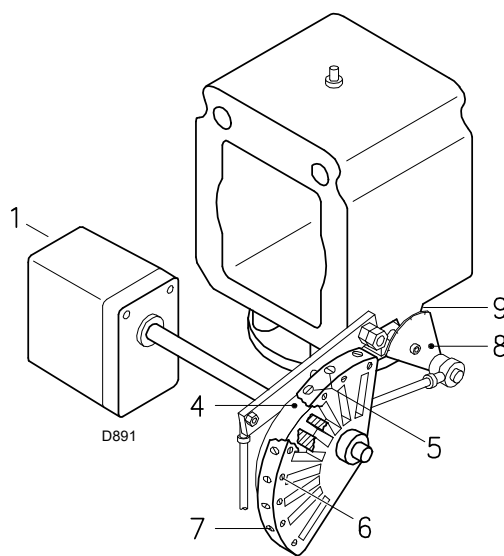
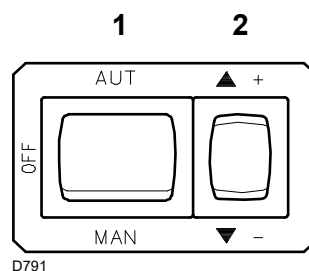
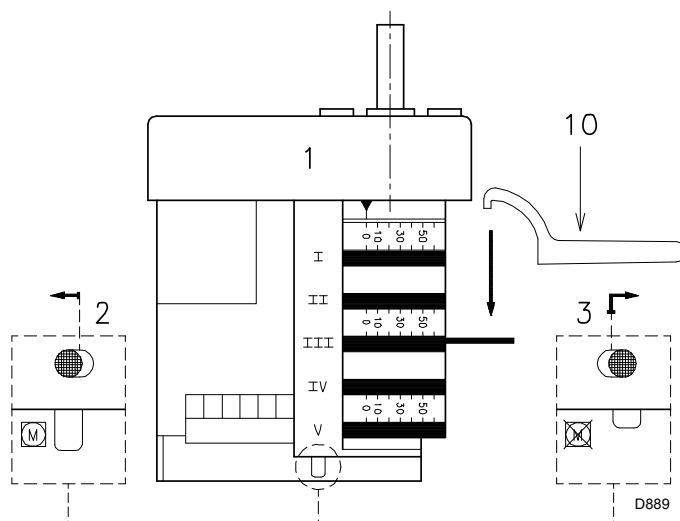

Fig. 28
Fig. 29
Fig. 30
Appuyer maintenant sur le bouton 2)(Fig. 29 à la page 29) « augmentation de puissance » et le maintenir enfoncé jusqu'à ce que le servomoteur ait ouvert le volet d'air et le papillon gaz.
Modifier en progression le profil final de la came 4)(Fig. 28) en agissant sur les vis 7).
La puissance MIN. doit être choisie dans la plage de puissance reportée dans la page 10. Appuyer sur le bouton 2)(Fig. 29 à la page 29) « diminution de puissance » et le maintenir enfoncé jusqu'à ce que le servomoteur ait fermé le volet d'air et le papillon gaz à 20° (réglage effectué en usine).
- S'il faut diminuer ce débit, réduire légèrement l'angle de la came III (Fig. 30) par de légers déplacements successifs ; autrement dit, procéder par étape en passant de l'angle de 20° à 18°, puis 16° etc.
- S'il faut augmenter ce débit, appuyer sur le bouton « augmentation de puissance » 2)(Fig. 29) (ouvrir de 10-15° le papillon du gaz), augmenter l'angle de la came III (Fig. 30) par de légers déplacements successifs ; autrement dit, procéder par étape en passant de l'angle de 20° à 22°, puis 24° ... Ensuite appuyer sur le bouton « réduction puissance » jusqu'à ramener le servomoteur dans la position d'ouverture minimale et mesurer le débit du gaz.
Modifier en progression le profil initial de la came 4) en agissant sur les vis 5)(Fig. 28). Si possible, ne pas serrer la première vis : c'est celle qui doit amener le volet d'air en fermeture totale.
Appuyer légèrement sur le bouton 2)(Fig. 29) « augmentation de puissance » de sorte que le servomoteur tourne d'environ 15°. Régler les vis pour obtenir une combustion optimale. Agir de la même façon avec les vis successives. Contrôler si la variation du profil de la came est progressive.
Éteindre le brûleur en actionnant l'interrupteur 1)(Fig. 29), position OFF, désolidariser la came 4)(Fig. 28) du servomoteur, en pressant et en déplaçant vers la droite le bouton 3)(Fig. 30) et vérifier plusieurs fois en tournant à la main la came 4)(Fig. 28) en avant et en arrière que le mouvement est doux et sans obstructions.
Fixer à nouveau la came 4)(Fig. 28) au servomoteur en déplaçant le bouton 2) vers la gauche (Fig. 30).
Une fois le réglage terminé, fixer la came à l'aide des vis 6)(Fig. 28).